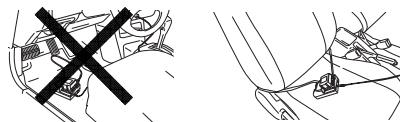

Bild 15
DELARNAS NAMN (Bild 1 – Bild 15)
- Fäst batteriladdaren på plats i bilen. Använd medföljande remmar för att fästa batteriladdaren på plats och se till att den inte flyttar på sig plötsligt. (Se Bild 15)